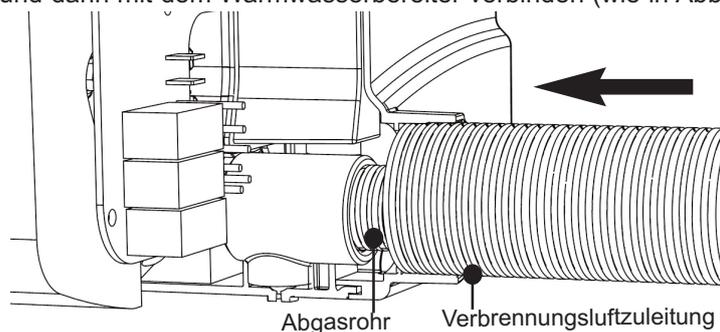

Abb. 22 Anbringen der Verbrennungsluftzuleitung
- ii. Bringen Sie die Verbrennungsluftzuleitung am Warmwasserbereiter an, indem Sie dieses Rohr über das Abgasrohr schieben und dann mit dem Warmwasserbereiter verbinden (wie in Abb. 22 dargestellt).